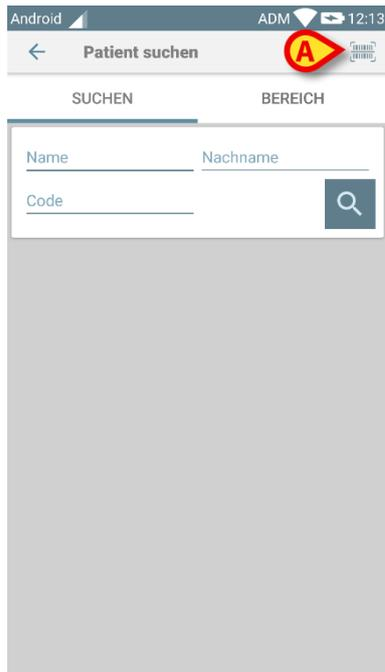

Abb. 38
- Berühren Sie das Symbol , das in Abb. 38 **A** angegeben ist.